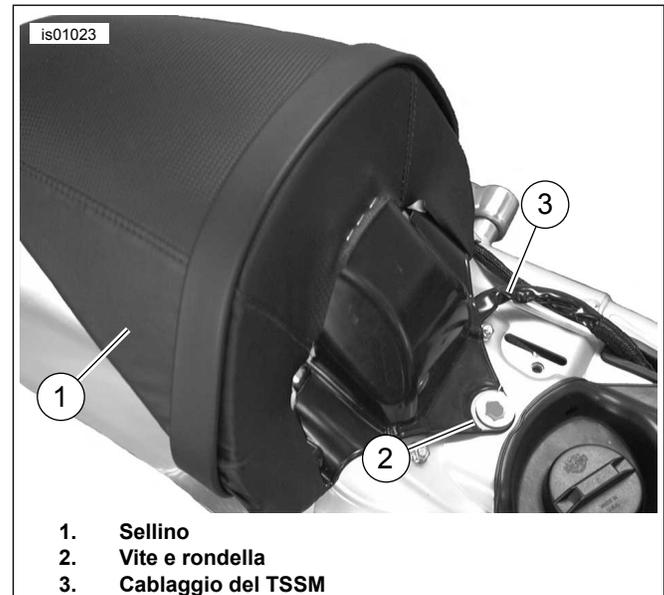

Figura 2. Rimuovere la vite e la rondella di montaggio del sellino
4. Vedere Figura 2. Annotarsi la disposizione del cablaggio del TSSM (modulo degli indicatori di direzione/del sistema di sicurezza) sulla base del sellino, quindi rimuovere e conservare la vite e la rondella di fissaggio del sellino stesso per la reinstallazione.
21. Vedere Figura 2. Istradare il cablaggio del TSSM attraverso il canale rientrato alla base del sellino.